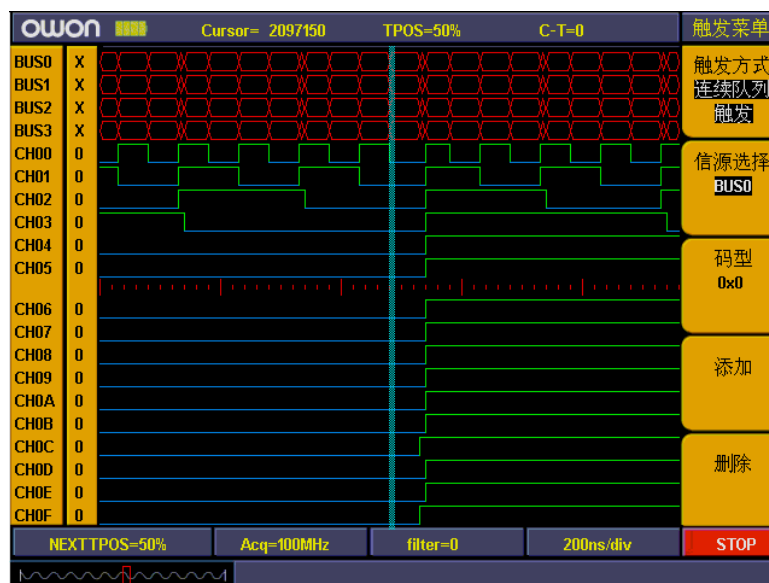

图5-61：连续队列触发
- 这样，连续队列触发设置完成。见图5-61。可以启动数据采集。